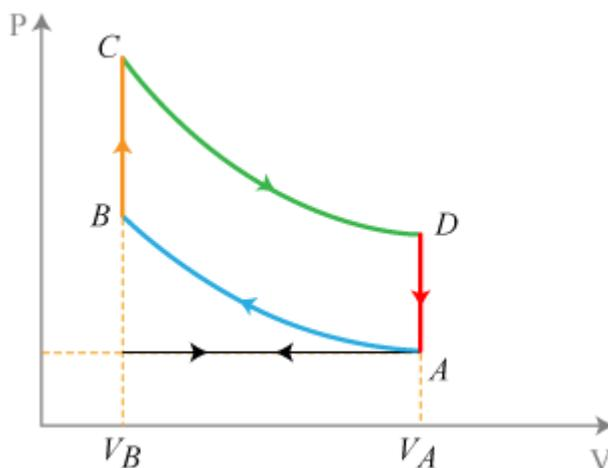

Figure 1
- Voir la figure 1 ci-dessous.